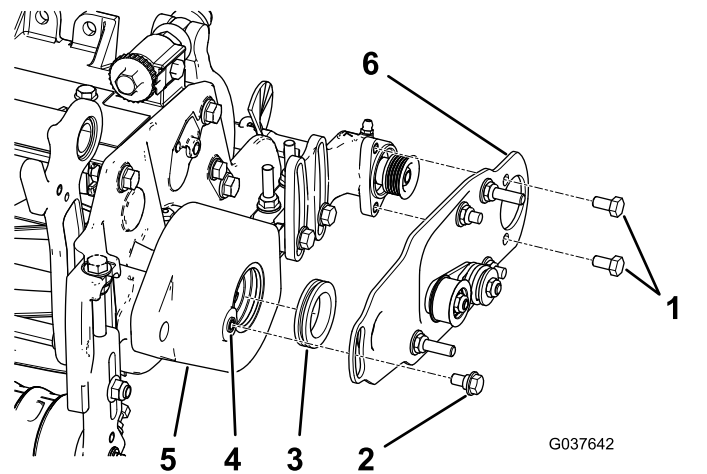

Figura 11
2. Applicare un velo di grasso sul diametro interno del gommino nell'alloggiamento della spazzola per rulli (Figura 11).
3. Montate la piastra della spazzola per rullo di sinistra o destra (Figura 11).
- Applicate il frenafili sui 2 bulloni (5/16" x 1/2") e utilizzateli per montare la piastra della spazzola sull'alloggiamento del cuscinetto della spazzola per rullo (Figura 11).
- Usate una punta 5/16"—18 per rimuovere la vernice dalle filettature nell'alloggiamento della spazzola per rullo prima di avvitare il bullone di spallamento (Figura 11).
- Applicate il frenafili sul bullone di spallamento (Figura 11).
- Con il bullone di spallamento, fissate la piastra della spazzola sull'alloggiamento della spazzola per rullo (Figura 11).